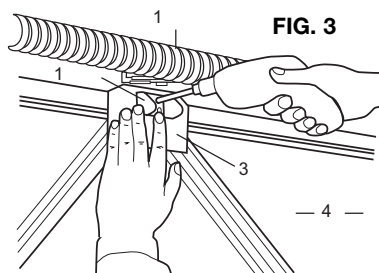

FIG. 3
- Desmontar todos los bloqueos de la puerta (fig. 3).